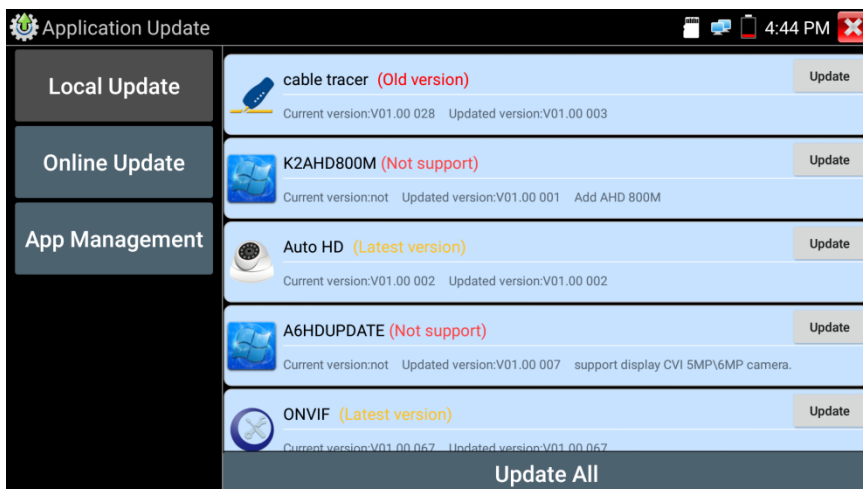

Рис. 121 Интерфейс приложения «Обновление прошивки» (Update)
1. Скопируйте файл прошивки, заранее скачанный с сайта WWW.TEZTER.RU на карту памяти в директорию Update. Если такой директории на карте памяти нет, создайте ее самостоятельно. Найдите ярлык приложения «Обновление прошивки» (Update) на рабочем столе тестера и запустите его, рис. 121